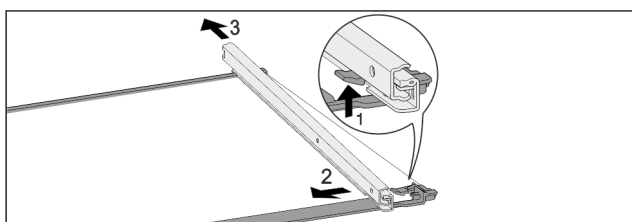

Fig. 120 Glasplade med skinner
- ▶ Tryk den forreste låsekrog op. Fig. 120 (1)
- ▶ Skub udtræksskinnen til siden Fig. 120 (2) og bagud Fig. 120 (3).